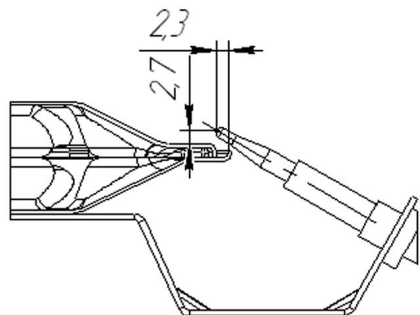

Рис. 14 Расположение термопары горелки духовки.
** Чтобы правильно установить термопару, необходимо снять дно духовки, затем отрегулировать конец термопары согласно рис. 14. Регулировка осуществляется подгибкой кронштейна крепления термопары.